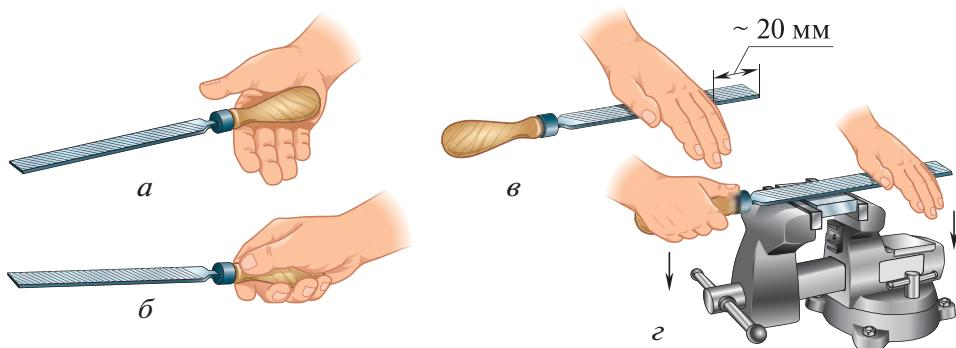

Рис. 5.35. Положение рук при опиливании:
- ▶ 3. Следует отработать положение рук и распределение усилий нажима на напильник в процессе опиливания (рис. 5.35).